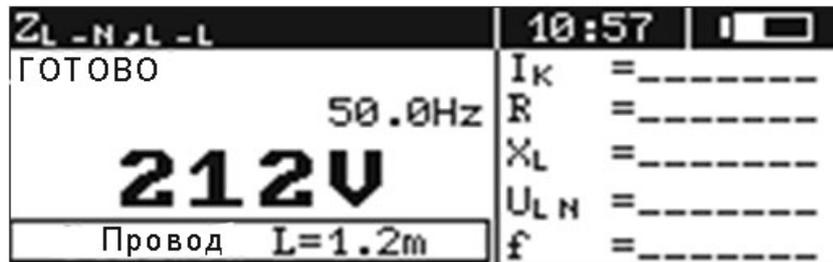
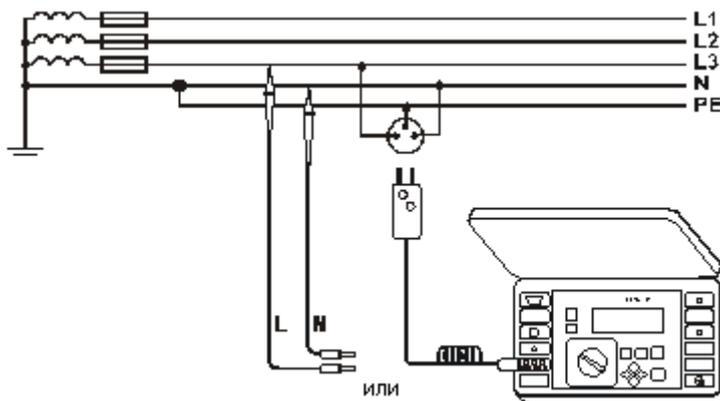
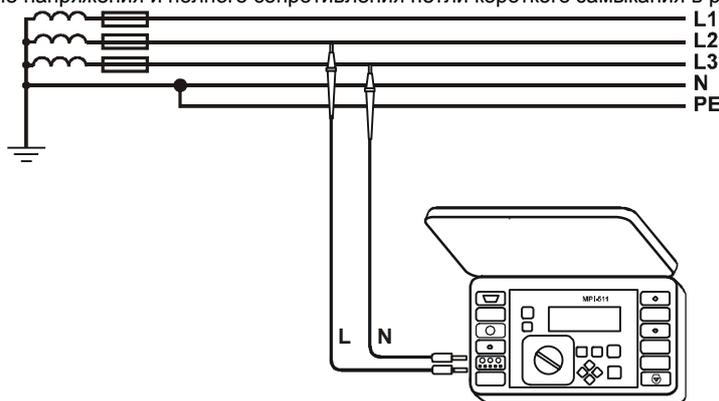

Рис.5. Измерение переменного напряжения для функции  $U_{L-N,L-L}$ ,  $Z_{L-N,L-L}$
Рис.10. Измерение напряжения и полного сопротивления петли короткого замыкания в рабочей цепи (L-N)
Рис.11. Измерение напряжения и полного сопротивления в рабочей цепи (L-L)
Измеритель фиксирует и показывает напряжение переменного тока и частоту сети во всех измерительных функциях за исключением  $R_{ISO}$  (для функции  $\text{}$  -только напряжение). Напряжение измеряется для частоты в пределах 45..65 Гц как True RMS, без устранения (с учетом) возможной постоянной составляющей. Если частота измеряемого процесса не укладывается в указанных границах, то вместо ее величины показывается соответствующее сообщение:  $f < 45$  Гц или  $f > 65$  Гц. Только для функции  $U_{L-N,L-L}$ ,  $Z_{L-N,L-L}$  или  $U_{L-PE}$ ,  $Z_{L-PE}$  напряжение отображается как главный результат (Рис.5). Измерительные провода следует подключить согласно Рис.10 или Рис.11.
- измерительные провода подключить согласно Рис.10, 11 или 12;
Последний результат измерения помнится до момента повторного нажатия клавиши [10]  или смены положения переключателя [9]. После записи результата в память измеритель переходит в режим отображения напряжения (Рис.5) и линейка выбора параметров гаснет.